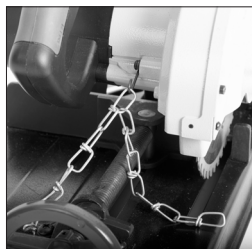

Fig. 1
- Retirez le crochet de verrouillage de la chaîne de verrouillage. (Fig. 1). Laissez la tête de coupe se relever à son maximum.